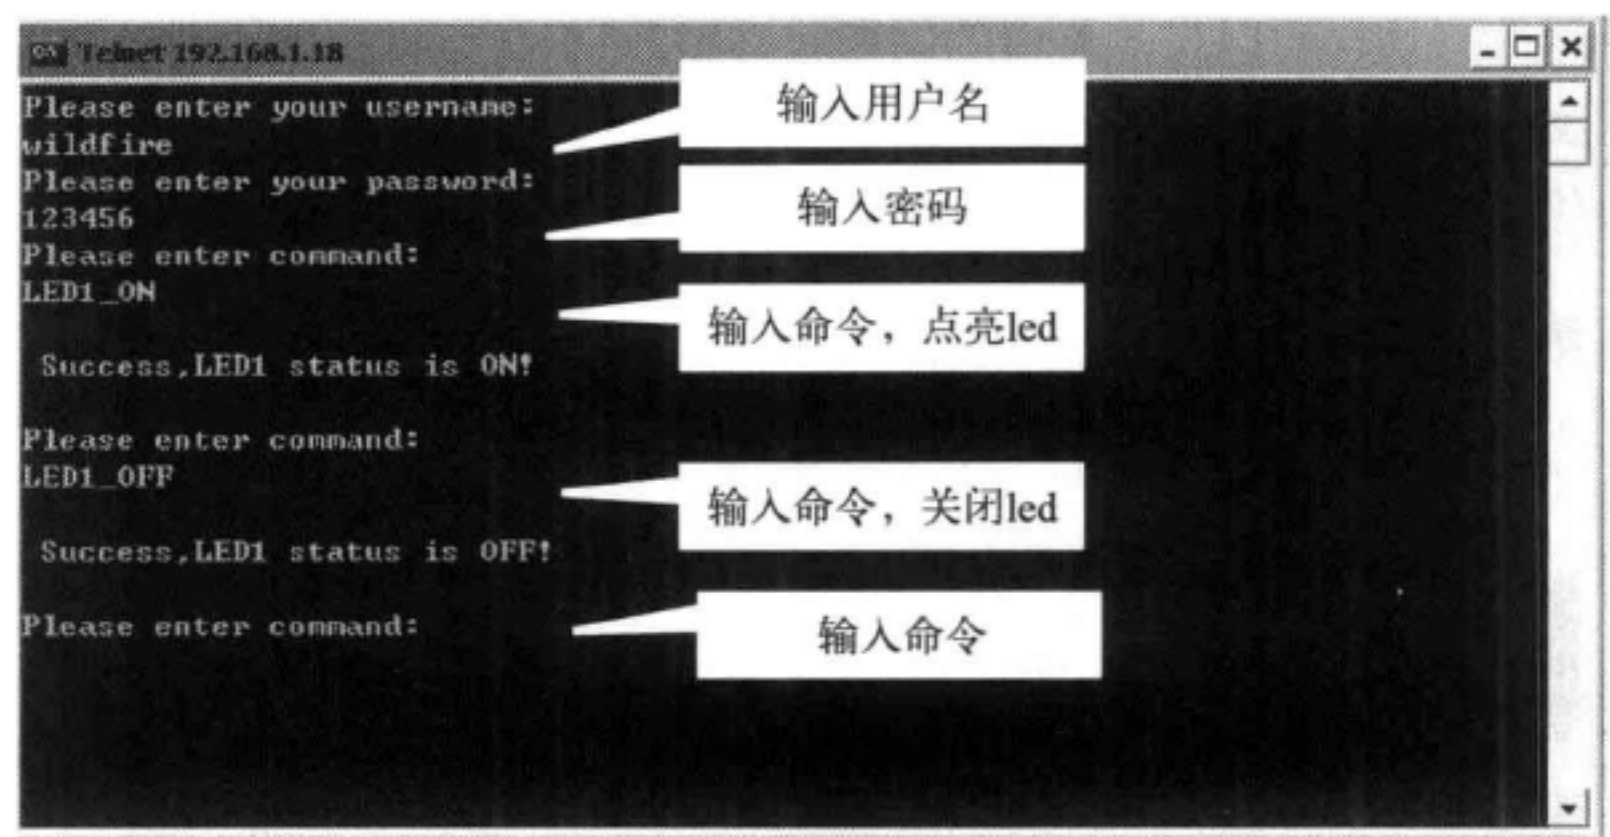

图 24-18 Telnet 控制流程
② 见图 24-18，在弹出的窗口下输入用户名并回车：wildfire。
③ 若用户名正确，程序提示输入密码，键入密码并回车：123456。
④ 若密码正确，提示输入命令，本工程只允许两条命令，分别为 LED1_ON 和 LED1_OFF，用于控制 LED1 的亮和灭。输入命令：LED1_ON，板上的 LED1 灯会被点亮，窗口会弹出控制成功的信息，并且提示输入命令。输入命令：LED1_OFF，板上的 LED1 灯会被关灭，窗口弹出控制成功信息，再次提示输入命令。